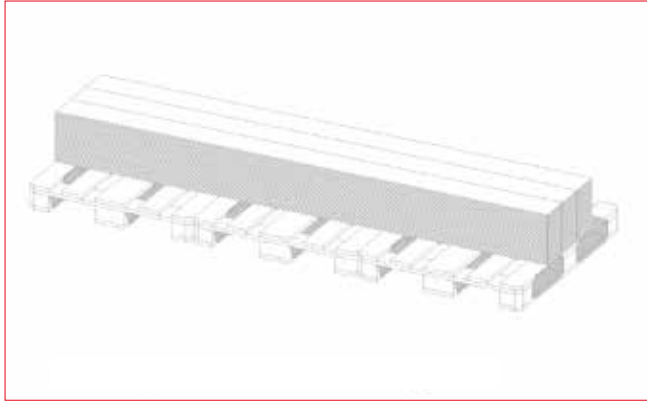

fig. 4 – Förvara horisontellt på en plan yta
- Innan konditionering bör Lap-plankorna förvaras horisontellt på platta pallar eller bärare på en plan yta i ett torrt, skyddat läge (se fig. 4)